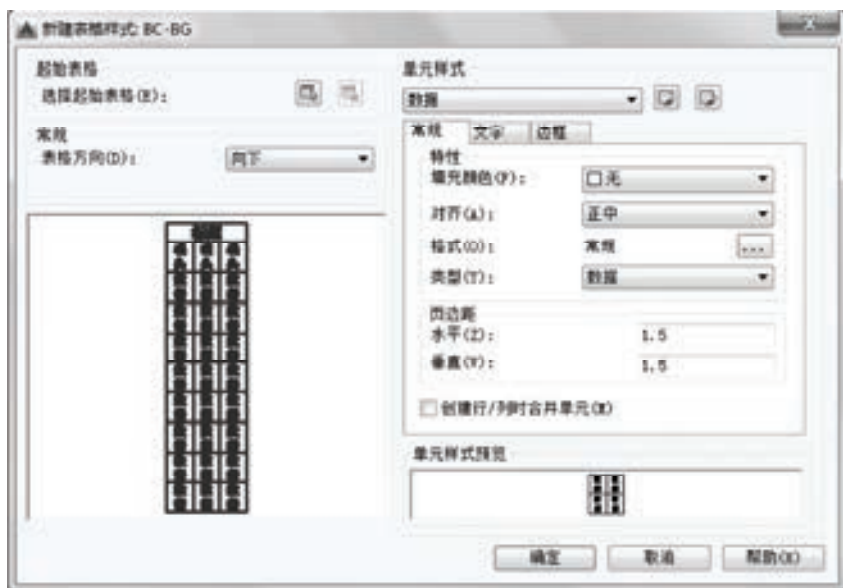

图 7-31 “新建表格样式”对话框
4) 在“新建表格样式:BC-BG”对话框中分别设置图 7-31 和图 7-32 所示的选项及参数。